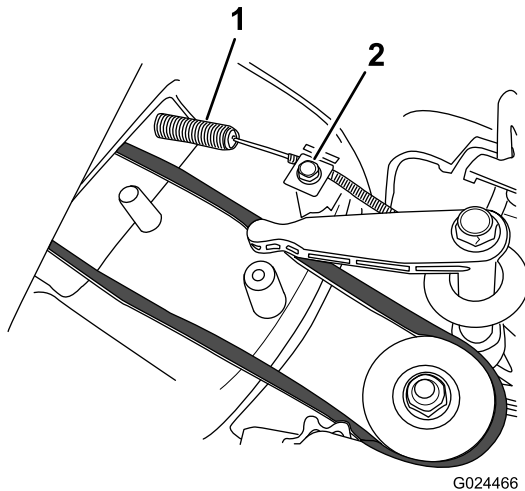

Bild 32
2. Setzen Sie einen neuen Messerbremszug; ziehen Sie die Kabelklemmen oben am Mähergehäuse jedoch nicht an (Bild 32).